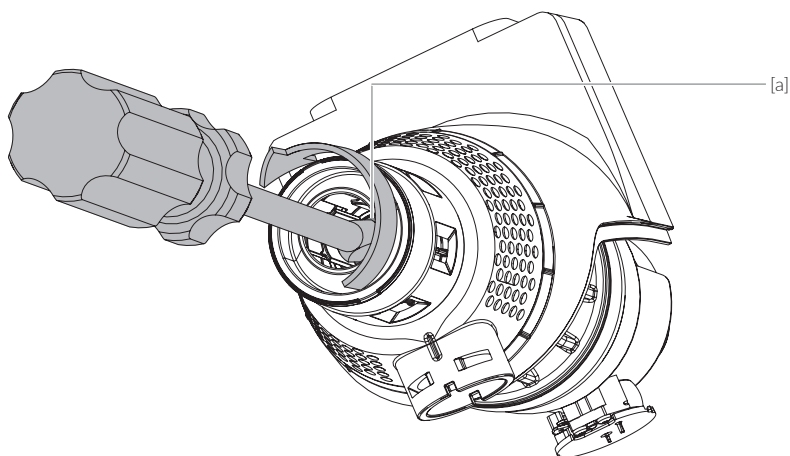

Abb. 9.5
- / Abb. 9.5: Reduzierhülse [a] von der Unterseite mit einem Schlitzschraubendreher in Pfeilrichtung lösen
Die Hauswasserstation **CLEAR** PRO RD und auch der Rückspülfilter **CLEAR** PRO R sind so konzipiert, dass nach der Demontage (gemäß Kapitel 9.3 Wartung Druckminderer, Abb. 9.5 bis 9.9) das Filterelement gereinigt oder ausgetauscht werden kann.